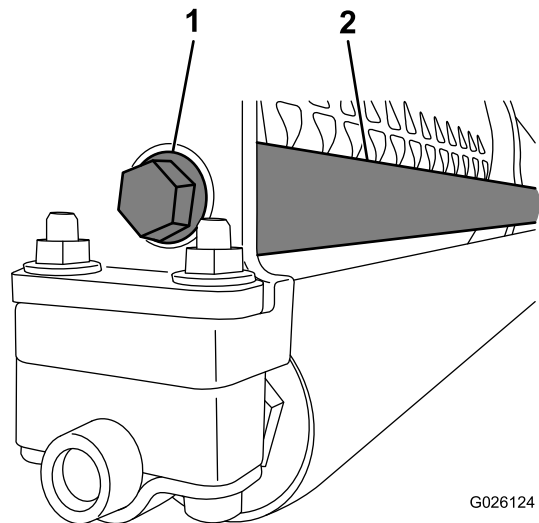

Figura 6
4. Serrate l'estremità filettata dell'asta della zavorra al telaio mediante un bullone a testa flangiata (Figura 6).